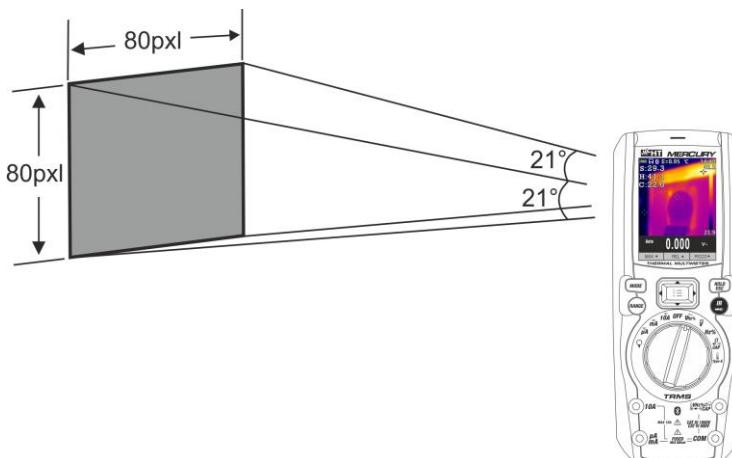

Fig. 39: Représentation du champ visuel (FOV) de l'instrument MERCURY
7. Pour des mesures précises de la température, s'assurer que la surface de l'objet testé soit toujours plus grande que la surface effectivement mesurable par l'instrument, exprimée par son champ visuel (FOV = Field Of View). L'instrument MERCURY a un champ visuel égal à $21^\circ \times 21^\circ$ et un vecteur de mesure de 80x80 (6400) ppxl comme le montre la Fig. 39